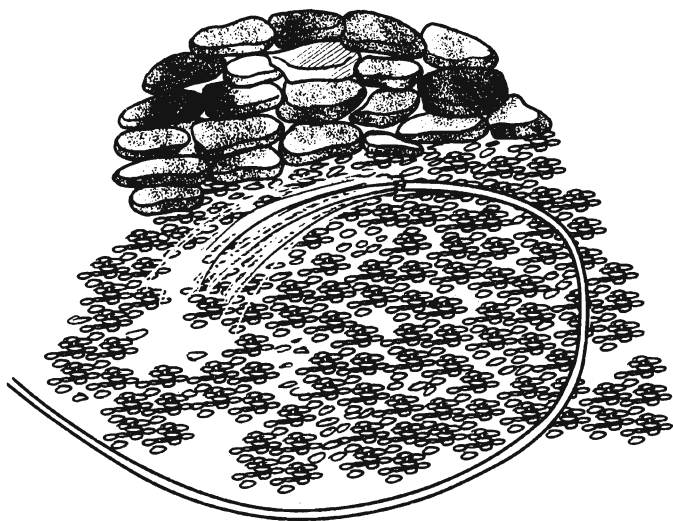

Рис. 77. Сооружение водопада
*Этап VIII.* У входного отверстия формы с помощью изоляционной пены прикрепляют тонкий лист аспидного сланца. После чего ее закрывают камнями, накладывая их друг на друга (рис. 77).